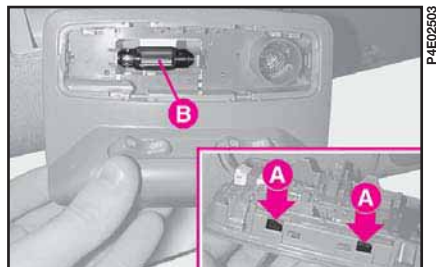

fig. 26
– rimuovere il trasparente dalla propria sede, agendo sulle alette **A**-fig. 26; estrarre la lampada cilindrica **B**;